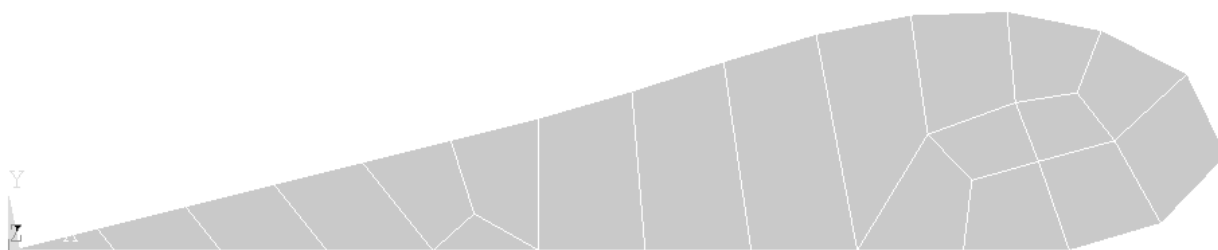

Рис. 9.4. Плоская сетка конечных элементов
4) Разбейте поверхность свободной сеткой конечных элементов: PrPr → Meshing → Mesh → Areas → Free (рис. 9.4.)